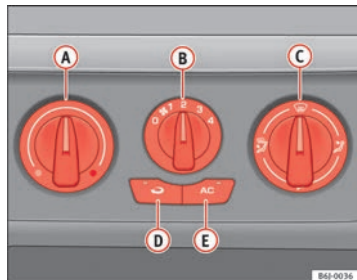

Fig. 102 Sulla plancia portastrumenti: i comandi dell'aria condizionata
- I comandi $\Rightarrow$ fig. 102 **A** e **C** e la manopola **B** servono a regolare la temperatura, a selezionare il livello di potenza del ventilatore e ad indirizzare il flusso d'aria.